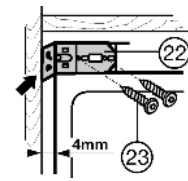

Fig. 11
- ▶ Fixer l'équerre de fixation Fig. 11 (22) avec les vis Fig. 11 (23).